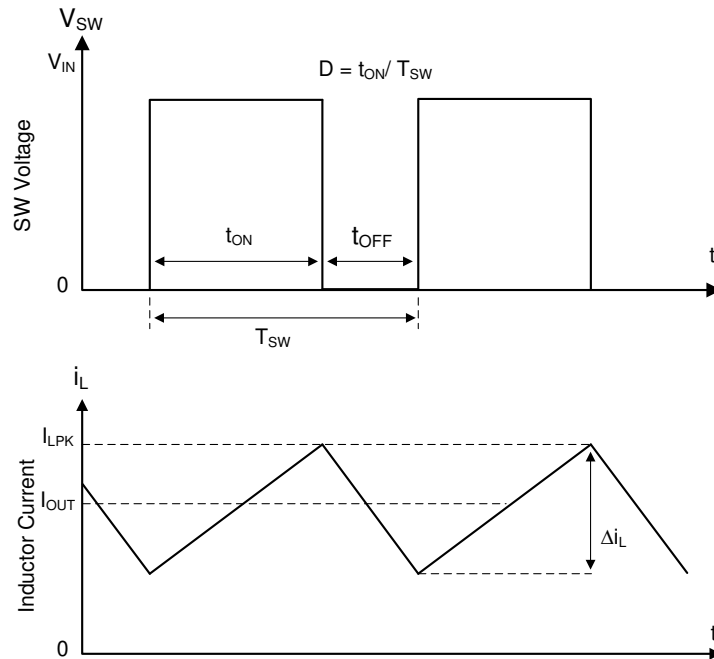

图 7-1. 连续导通模式 (CCM) 下的 SW 节点和电感器电流波形
LMR514xx 的以下运行说明涉及 功能方框图 和 图 7-1 中的波形。LMR514xx 是一款同步降压转换器，具有集成式高侧 (HS) 和低侧 (LS) 开关 (同步整流器)。LMR514xx 通过使用受控的占空比打开高侧和低侧 NMOS 开关，来提供稳定的输出电压。高侧开关导通期间，SW 引脚电压上升至约 V_{IN} ，电感器电流 i_L 以线性斜率 $(V_{IN} - V_{OUT})/L$ 增加。当高侧开关被控制逻辑关闭时，低侧开关在经过反击穿死区时间后将会导通。电感电流通过低侧开关以斜率 V_{OUT}/L 放电。降压转换器的控制参数为占空比 $D = t_{ON}/T_{SW}$ ，其中 t_{ON} 是高侧开关导通时间， T_{SW} 是开关周期。转换器控制环路通过调整占空比 D 来维持恒定的输出电压。在可忽略损耗的理想降压转换器中， D 与输出电压成正比，与输入电压成反比： $D = V_{OUT}/V_{IN}$ 。